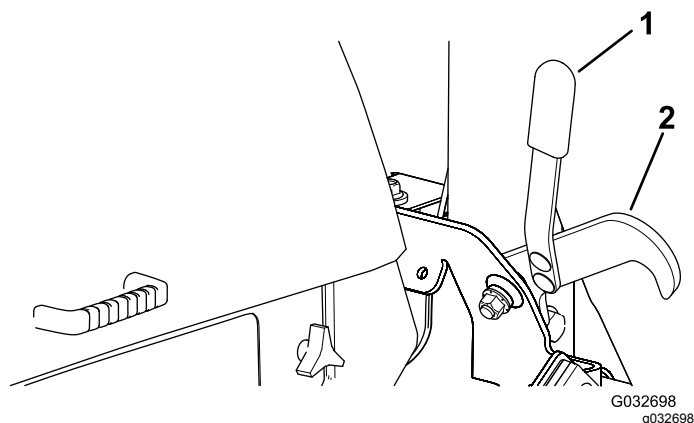

Figura 29
2. Utilizzando la maniglia, sganciate i fermi che fissano i piatti in posizione sollevata (Figura 29).